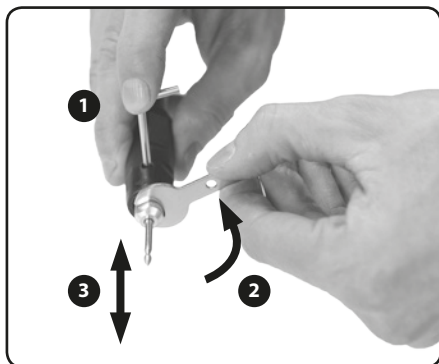

Abb. 6
- a) Stecken Sie den Bolzen so in die Öffnung im Griff, dass er in die Öffnung in der Welle gelangt, und dass es somit zur Blockierung der Drehbewegung der Welle kommt (Abb. 6).
- b) Lösen Sie bei arretierter Welle mit Hilfe des Schlüssels die Mutter der Spannzange und nehmen Sie das Arbeitswerkzeug heraus. Im Falle des Austausches der Spannzange für die Befestigung des Schaftes mit einem anderen Durchmesser des Werkzeuges schrauben Sie die Mutter ganz heraus, und tauschen Sie die Spannzange je nach Bedarf aus (Abb. 6).